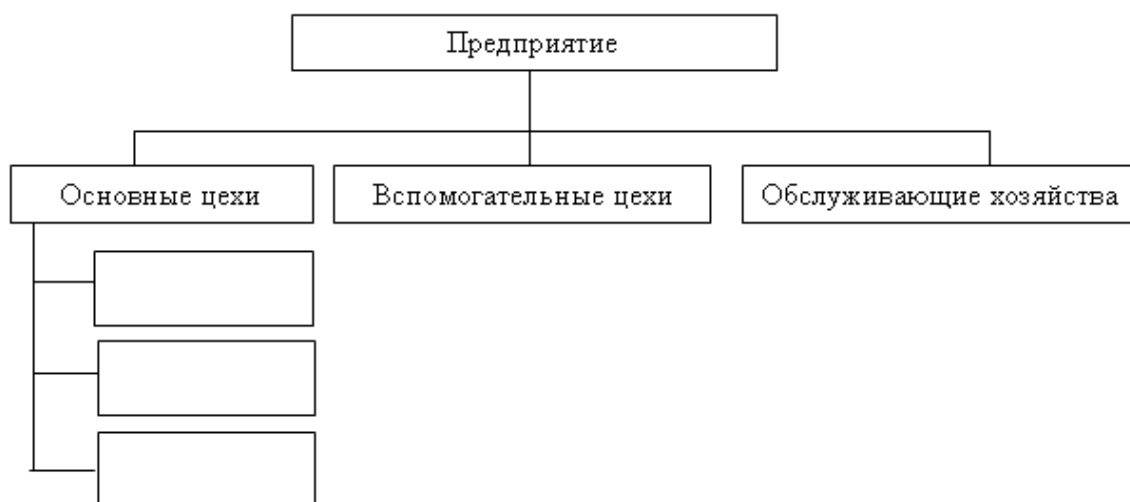

Рис. 7.1. Схема производственной структуры предприятия
**Задание 2.** Составьте производственную структуру предприятия, на котором существуют следующие подразделения: литейный, кузнечный, механической обработки, сборки, испытания готовой продукции цехи, материально-технического обеспечения производства, энергетическое, инструментальное, ремонтное, транспортное и складское хозяйства. Расположите цехи в виде схемы, представленной на рис. 7.1.